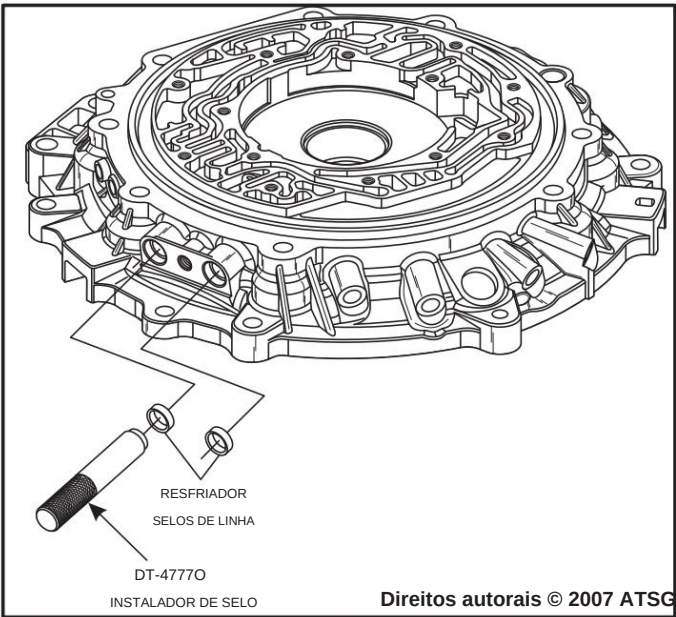

Figura 68
- 27. Instale novas vedações da linha do resfriador na carcaça do conversor, conforme mostrado na Figura 68, usando a chave de vedação adequada.